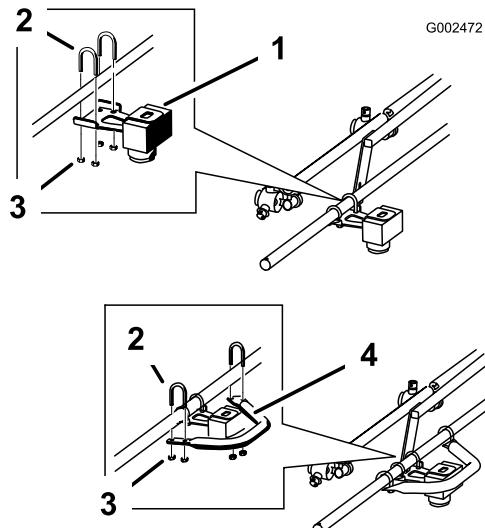

Figura 5
vertical (Figura 5), utilizando 2 cavilhas em U, 4 anilhas (5/16 polegada), e 4 porcas de bloqueio (1/4 polegada).
4. Instale o tubo de proteção em volta do sensor ultra-sônico com o lado em ângulo virado para dentro, na direcção do veículo. Fixe ligeiramente o tubo de proteção à rampa (Figura 5), utilizando 2 cavilhas em U, 4 anilhas (5/16 polegada), e 4 porcas de bloqueio (1/4 polegada). Não aperte totalmente, por agora, as porcas de forma a permitir a sua posterior afinação.